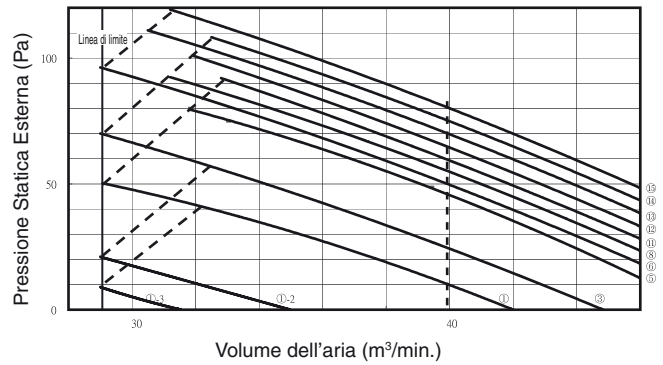

Fig.3-18
- **Verificare che la pressione statica esterna sia entro la gamma di utilizzo, quindi effettuare l'impostazione. In caso contrario il flusso d'aria potrebbe risultare insufficiente o si potrebbero verificare perdite d'acqua. Per la gamma di impostazione della pressione statica esterna, vedere la Fig. 3-18.**
Vedere la tabella 3-4 e la Fig. 3-18 e selezionare un valore compreso tra "0001" e "0015".